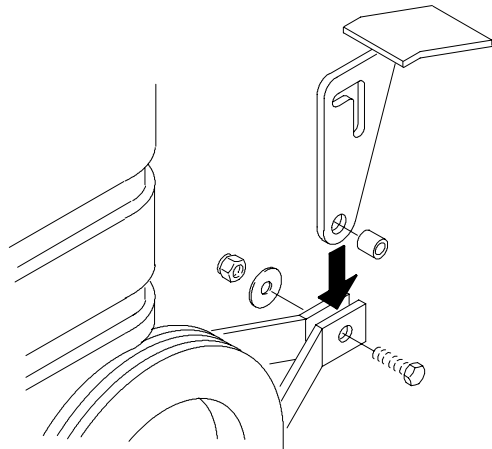

図 3
8. ペダルに空いた穴にスペーサーを差し込んでから、スクイジーブラケットの2つの穴の間にペダルを差し込み、付属の六角頭ボルト・ワッシャー・ナットでブラケットとペダルを固定します。(図3)。